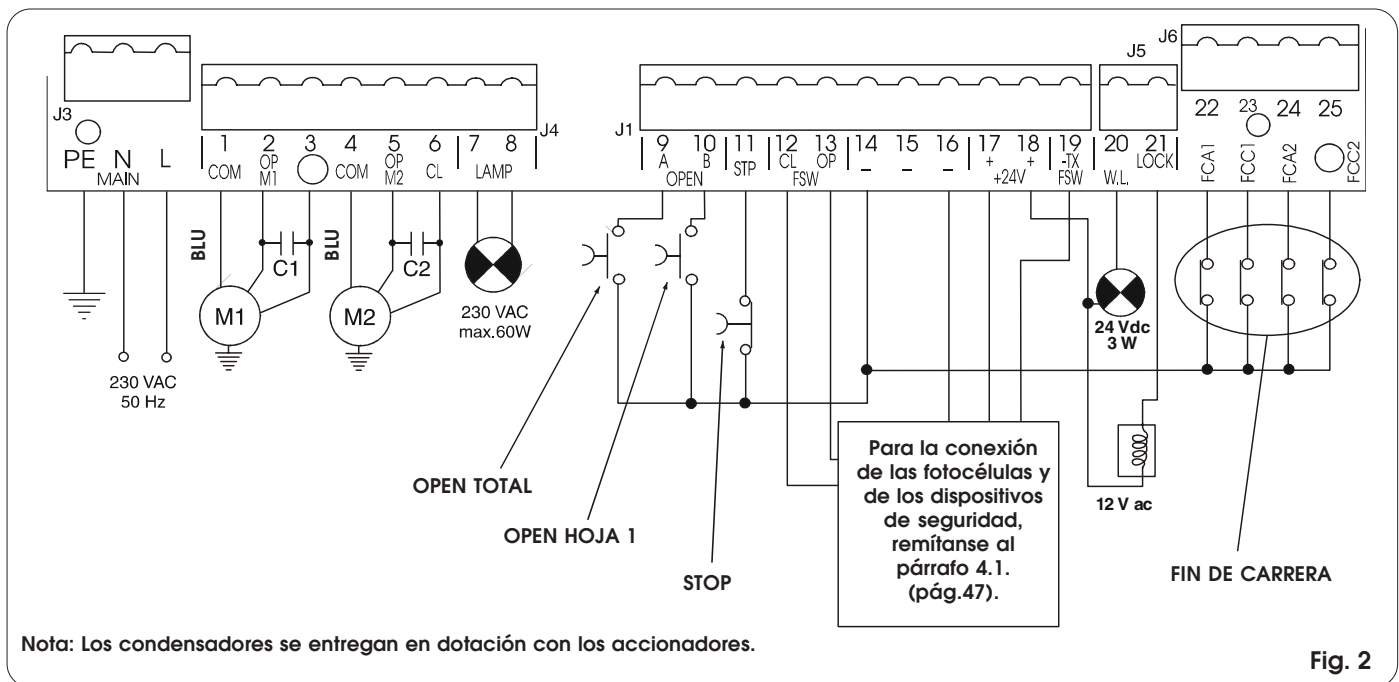

Fig. 2
- Conecten el cable de tierra al específico borne previsto en el conector J3 del equipo (véase fig.2).
4.2. REGLETA DE BORNES J3 - ALIMENTACIÓN (FIG. 2)
4.3. REGLETA DE BORNES J4 - MOTORES Y DESTELLADOR (FIG. 2)
4.4. REGLETA DE BORNES J1 - ACCESORIOS (FIG. 2)
4.5. REGLETA DE BORNES J5 - LUZ TESTIGO Y ELECTROCERRADURA (FIG. 2)
4.7. REGLETA DE BORNES J6- FINES DE CARRERA Y/O GATECODER (FIG. 2)